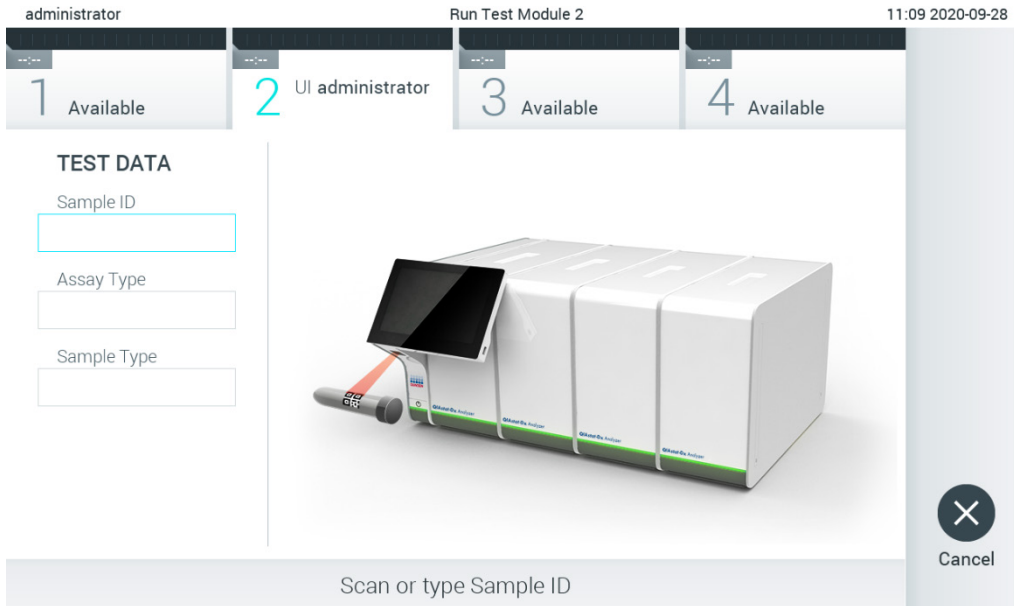

Figura 82. Scanarea codului de bare cu ID-ul probei
2. Atunci când vi se solicită acest lucru, scanați codul de bare pentru ID-ul probei, folosind cititorul de coduri de bare integrat în modulul operațional (Figura 82).